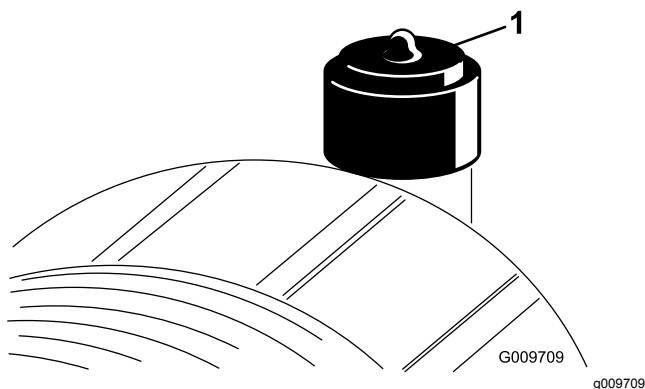

図 32
エアクリーナのフィルタの整備は、インジケータ図 32 が赤色になってから行ってください。早めに整備を行っても意味がありません。むしろフィルタを外したときにエンジン内部に異物を入れてしまう危険が大きくなります。
8. インジケータ図 32が赤になっている場合はリセットする。